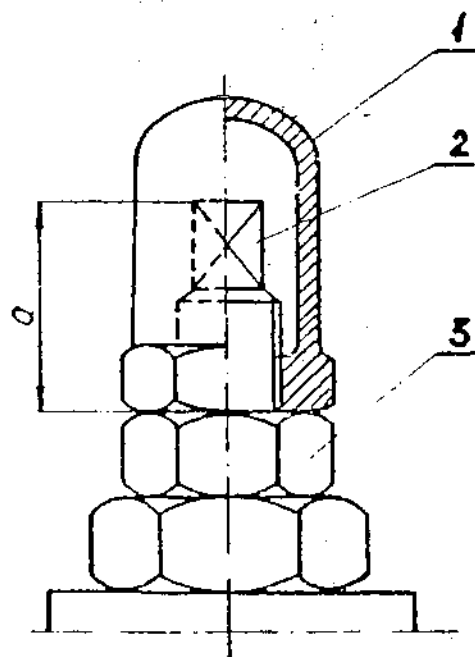

Рис. 9.1. Схема регулировочного винта.
2.1. Регулировка винтом типа, указанного на рис. 9.1., производится следующим образом: